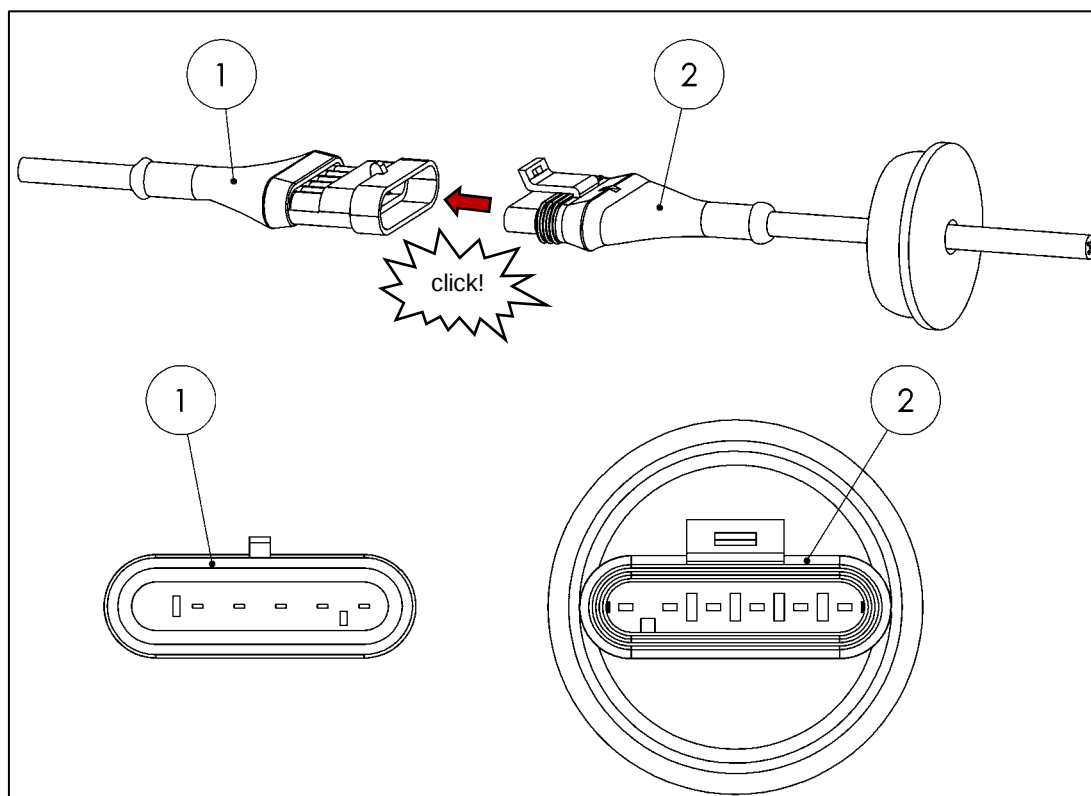

Abbildung 73
- Plattform-Kabel-Stecker (Pos. 1) mit Control-Unit-Stecker (Pos. 2) verbinden (siehe Abbildung 73)